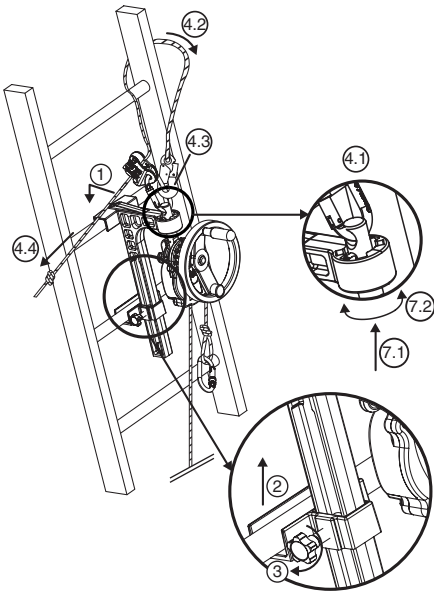

Fig. 6
6.3.2. derope™-toestel UP B (Fig. 6)
1. Plaats de grote console, vergrendelbaar op de sport van de ladder in de gekozen positie om de reddingsoperatie uit te voeren, boven de te evacueren persoon (Fig. 6, 1).
2. Hermonteer de blokkeergeleiding ter hoogte van de sport onmiddellijk onder deze waarop de grote console bevestigd is (Fig. 6, 2).
3. Zet de blokkeerpen van de geleiding vast aan de hand van de klemknop die zich aan de zijkant van de console bevindt (Fig. 6, 3).
- Bevestig de connector van de afstelrichting LCM 05 in het bovenste gat van de verankering (Fig. 6, 4.1).
- Breng de leiriem rond het sport van de ladder boven de console door één van de steigers van de ladder te omleiden (Fig. 6, 4.2).
- Koppel de connector van de leiriem aan op de connector van de afstelrichting LCM 05 (Fig. 6, 4.3).
- Span de leiriem op door aan het vrije uiteinde te trekken (Fig. 6, 4.4).
7. Richt het derope™-toestel naargelang de behoeften en wijzig de positie van de verankerpen in de indexeerven (Fig. 6, 7.1 – 7.2).